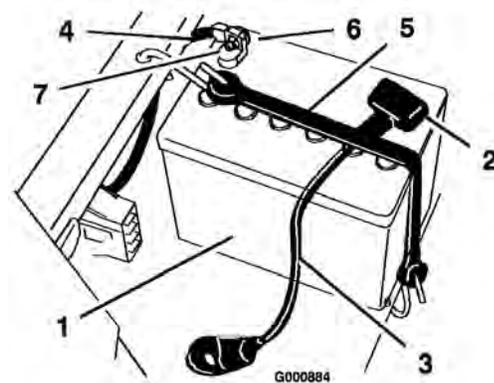

Figura 34
4. Desconecte el cable negativo de tierra (negro) del borne de la batería (Figura 34).
5. Deslice hacia arriba la cubierta de goma del cable positivo (rojo). Desconecte el cable positivo (rojo) del borne de la batería (Figura 34).
6. Retire la correa de sujeción de la batería (Figura 34) y levante la batería para retirarla de su bandeja.
1. Coloque la batería en la bandeja, con los bornes hacia el motor (Figura 34).
4. Fije los cables con 2 pernos (1/4 x 3/4 pulg.), arandelas (1/4 pulg.), y tuercas (1/4 pulg.) (Figura 34).
- Fije la batería con la correa de sujeción (Figura 34).